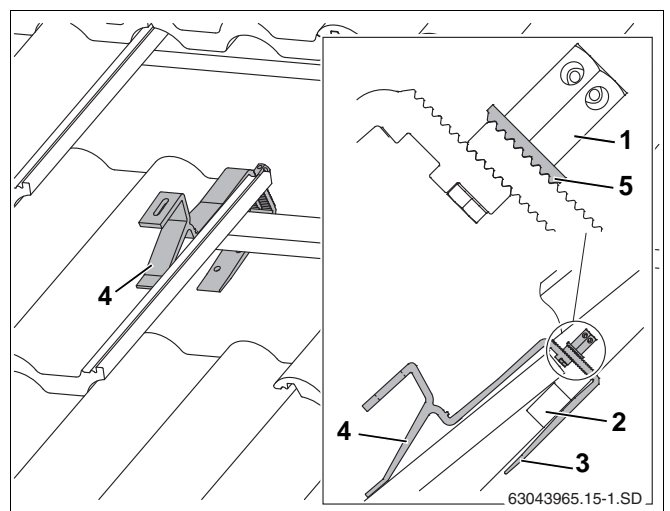

Fig. 13 Indhægtet tagkrog (for bedre visning er nogle af tagstenene ikke vist)
- ▶ Sæt tagkrogen på, så støtten foran befinder sig i en bølgedal (fig. 13, **pos. 4**).
- ▶ Skub tagkrogens underdel (fig. 13, **pos. 3**) op, så den sidder tæt på taglægten (fig. 13, **pos. 2**).
- ▶ Stram den lange sekskantmøtrik (fig. 13, **pos. 1**). Sæt hertil nøgle SW5 ind i sekskantmøtrikkens hul, og drej den.
Den fortandede underlagsskive (fig. 13, **pos. 5**) skal gribe ind i fortandingen på tagkrogens underdel.